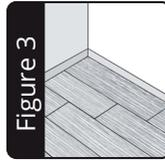

Figure 3
**4.** Achten Sie bei der Verlegung von RIGID SPC darauf, dass die Verbindungsstellen der kurzen Seiten versetzt sind. Wir empfehlen eine treppenförmige Zufallsverlegungsmethode (Abbildung 3). Halten Sie für das letzte Paneel eine Mindestlänge von 20 cm für die gesamte Verlegung ein.